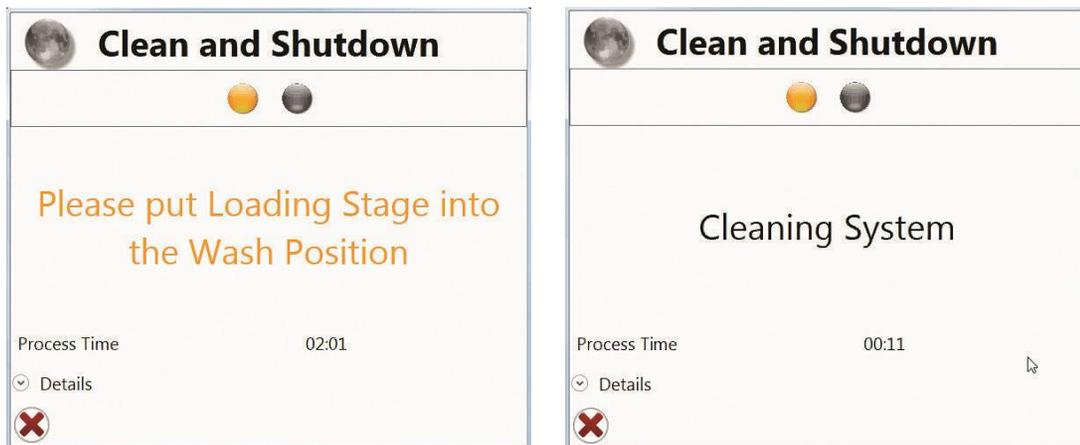

Рис. 92. Окна состояния процедуры очистки
8. Система автоматически запустит процедуру очистки, которая займет приблизительно 2 минуты, одновременно отображая окна состояния (Рис. 92).